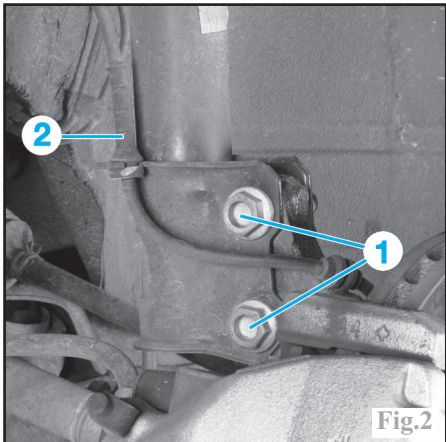

Fig.2
Dégager le câble (2) du capteur ABS du support (Fig.2).